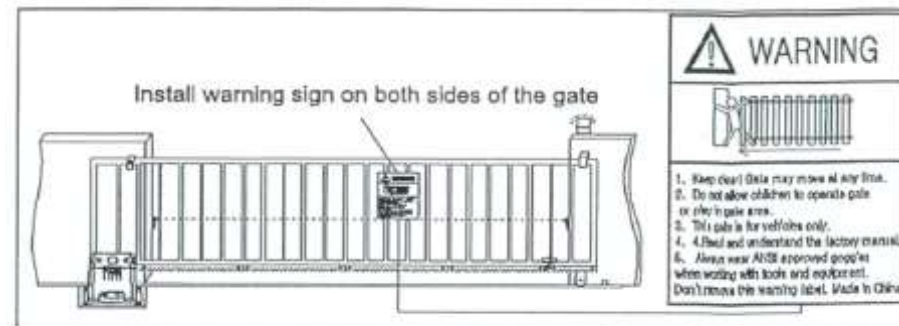

Fig 8
- Coloque al menos un dispositivo luminoso de señalización (luz intermitente) donde pueda ser visto fácilmente, y fije una señal de Advertencia en la estructura (Fig 8).